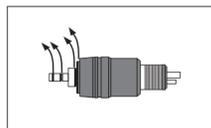

Fig. 44
- 2 Com a mão retire com cuidado cada anel vedante (Fig. 44).